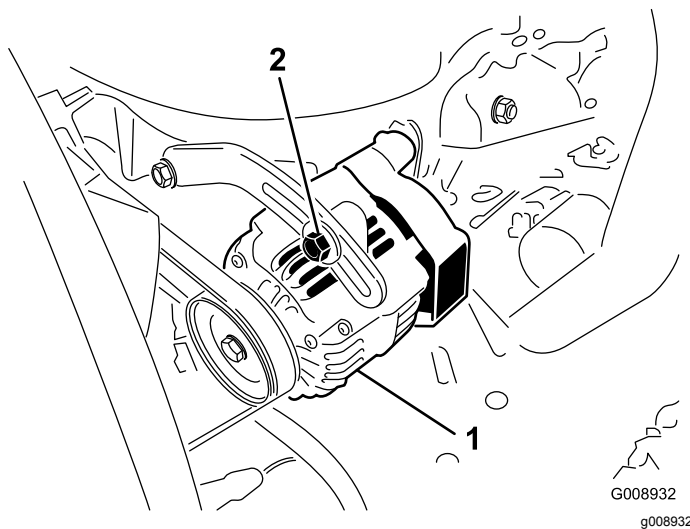

Рисунок 105
Через каждые 100 часов работы проверяйте состояние и натяжение ремней (Рисунок 105).
3. Если прогиб не равен 10 мм, ослабьте болты крепления генератора (Рисунок 105).